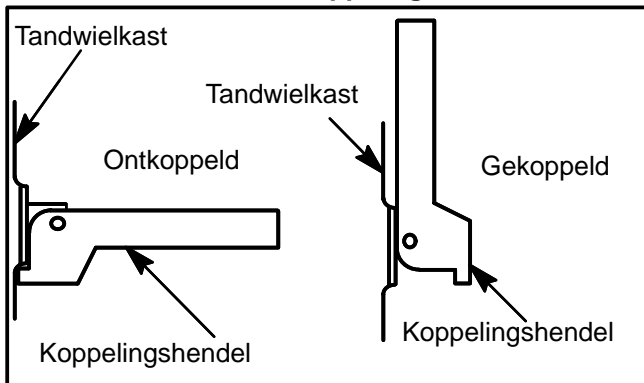

FIGUUR 19
Verhoogt of verlaagt het snijmes. Zie Figuur 19, no. 1
Regelt de snijhoek van het mes. Zie Figuur 19, no. 3
Het borghendel houdt de mesdieptehendel in de gewenste positie. Zie Figuur 19, no.2.
Zet de meshoek-borghendel los en beweeg het H-frame vooruit of achteruit totdat het mes de gewenste schuine hoek heeft. Zet de meshoek-borghendel vast. Zie Figuur 19.
2. Maak de diepteschaalhendel los (zie Figuur 19). Zet de diepteschaal zodat het de onderkant van de snijdieptehendel raakt.